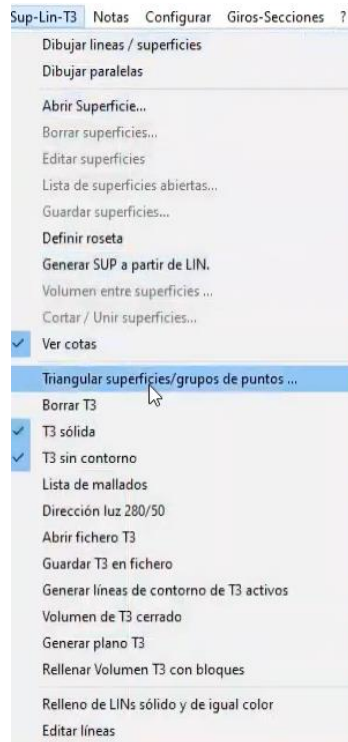

Figura 471. Triangulación.
37. Para generar una superficie triangulada que represente el techo del túnel, abrir el menú superior “Sup-Lin-T3” y seleccionar la opción “Triangular superficies/grupos de puntos...”. Figura 471.